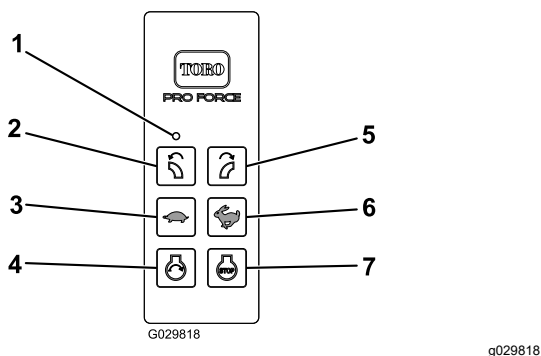

Figura 9
La luz LED indica que se están comunicando el control remoto y el módulo de control inalámbrico (Figura 9).
Pulse el botón de PARADA DEL MOTOR para apagar el motor (Figura 9).
Después de preparar la máquina para el arranque con el control remoto, pulse el botón ARRANCAR MOTOR para arrancar el motor (Figura 9). Consulte en Control del motor \(página 19\) la secuencia de arranque.
Presione el botón GIRAR TOBERA A LA IZQUIERDA o GIRAR TOBERA A LA DERECHA para girar la tobera del soplador a la posición deseada (Figura 9).
- Pulse el botón AUMENTAR LA VELOCIDAD DEL MOTOR (icono de conejo) para aumentar la velocidad del motor (Figura 9).